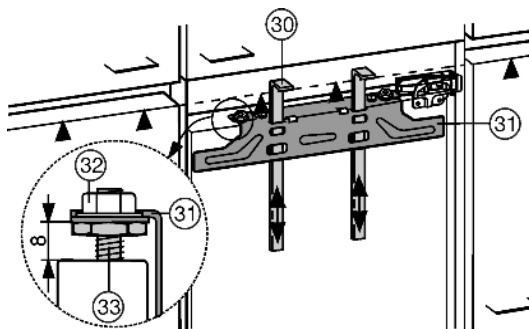
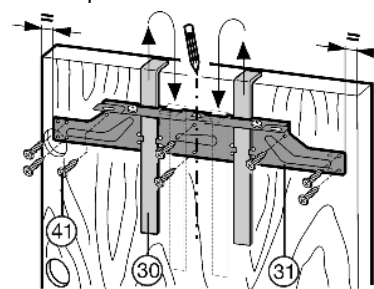

Fig. 25
Fig. 26
As ajudas de montagem Fig. 25 (30) são necessárias para ambas as portas. Por este motivo, montar primeiro uma porta e, em seguida, a outra.
- ▶ Empurrar as ajudas de montagem Fig. 25 (30) até à altura da porta do armário. Aresta inferior do batente ▲ da ajuda de montagem = Aresta superior da porta de armário a montar.
- ▶ Desaparafusar a travessa de fixação Fig. 26 (31) sobre as contraporcas Fig. 25 (32).
- ▶ Pendurar a travessa de fixação Fig. 26 (31) no lado interior da porta do armário, utilizando as ajudas de montagem Fig. 26 (30).
- ▶ Centrar a travessa de fixação Fig. 26 (31): Marcar uma linha curta central na porta do armário e posicionar a ponta da seta da travessa sobre a mesma.
- ▶ Aparafusar a travessa de fixação Fig. 26 (31) utilizando, no mínimo, 6 parafusos.
- ▶ Aparafusar a travessa de fixação Fig. 26 (31) com 4 parafusos na borda.
- ▶ Retirar as ajudas de montagem Fig. 26 (30) por cima e inserir nos orifícios de montagem ao lado, após rodadas.